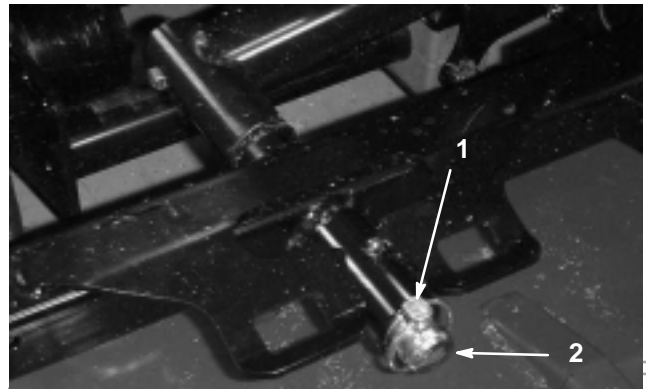

Bild 10
3. Nehmen Sie den Klapstecker oder die Befestigungsmutter (nur GM4700) ab, mit der der Trägerrahmen des Mähwerks am Hubarmgelenkstift befestigt ist (Bild 10).
3. Schieben Sie den Mähwerk-Trägerrahmen auf den Hubarmgelenkstift. Befestigen Sie ihn mit dem Klappstecker oder der Befestigungsmutter (nur GM 4700) (Bild 10).